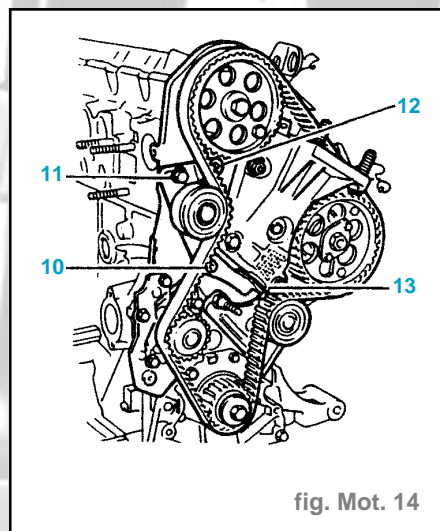

fig. Mot. 14
- Desserrer l'écrou (10) et la vis (11) sans les déposer (fig. Mot. 14).
- Agir sur le carré de manoeuvre (12) du galet tendeur pour comprimer le ressort (13) (fig. Mot. 14).
- Resserrer la vis (11).
- Desserrer la vis (11) et l'écrou (10) pour libérer le galet tendeur (fig. Mot. 14).
- Resserrer la vis (11) puis l'écrou (10) quand la tension est effectuée (fig. Mot. 14).
- Desserrer puis resserrer : (fig. Mot. 14)
- la vis (11),
- l'écrou (10).